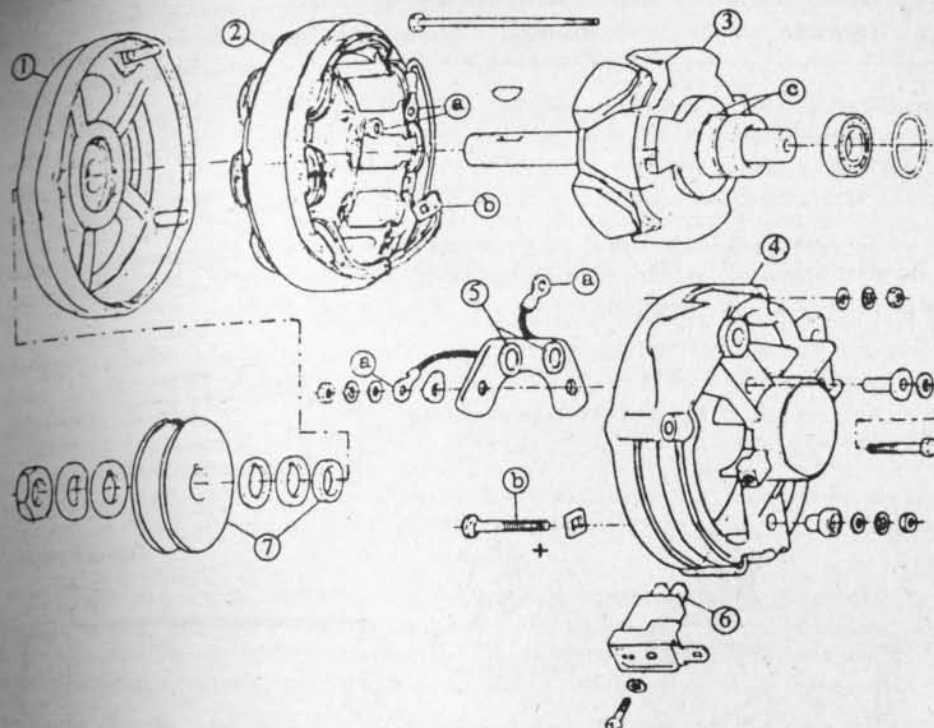

Fig. 4-12.— Alternador Femsaco despiezado
El inducido (2) (Fig. 4-12) se mantiene fijo en la carcasa. Sus terminales (a) de las bobinas se conectan a los terminales (a) de los diodos y el terminal común (b) se conecta a (b) y consumo. La corriente de excitación se recibe en las escobillas (6), que rozan en los anillos (c) del rotor. En esta forma, el alternador queda conectado de acuerdo al esquema de la figura 4-13. generando corriente alterna (CA), que se transforma en CC mediante la acción de los diodos, la que carga la batería y alimenta las luces y accesorios del vehículo.